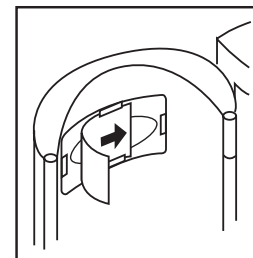

Fig. 5
1. Open cover and insert decorator strip. **See Fig 5.**
1. Abra la puerta e introduzca la tira decorativa. **Véase la Fig. 5.**
1. Ouvrir le couvercle et insérer la bande décorative. **Voir fig. 5.**